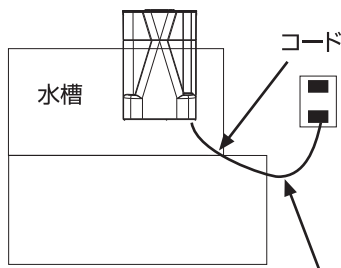

図2 ドリップループ
- b) 製品のプラグや容器が濡れるのを避けるために、容器や図2に示すような“ドリップループ”をつくり、プラグに水が滴らないようコードを調整してください。“ドリップループ”とは容器もしくはコネクターよりも下の位置にあるコードを使ってください。プラグもしくは容器が濡れた場合は絶対にコードを抜かないで下さい。ヒューズもしくは容器に電力を供給している回路遮断機（ブレーカー）を遮断し、それから装置のプラグを抜いて下さい。